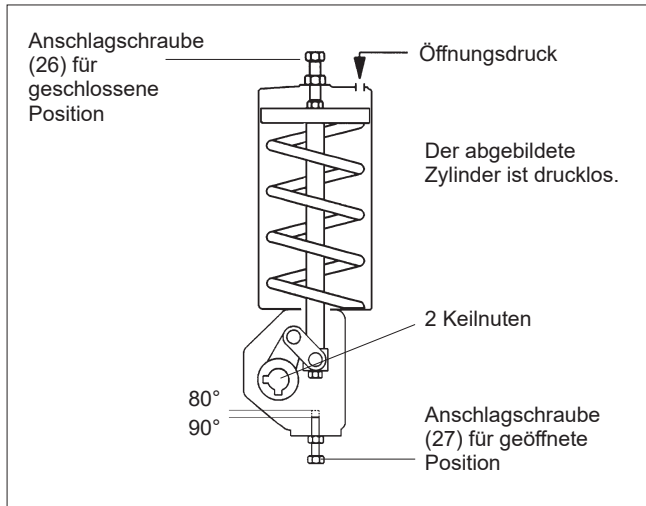

Abb. 6 B1J Stellantrieb
Montieren Sie den Stellantrieb auf das Ventil, wobei sich der Kolben am oberen Ende des Zylinders befindet und das Ventil in geschlossener Stellung ist, siehe Abb. 6. Der Zylinder muss drucklos sein und die Luftanschlüsse müssen geöffnet sein. Stellen Sie die Schließstellung mit der Anschlagschraube (26) am Ende des Zylinders ein. Die Anschlagschraube (26) ist mit einem O-Ring (33a) abgedichtet. Die Einstellung der Offenstellung erfolgt mit der Anschlagschraube (27) am Gehäuseboden, während der Antrieb mit Druck beaufschlagt ist und der Kolben sich in der unteren Stellung befindet.